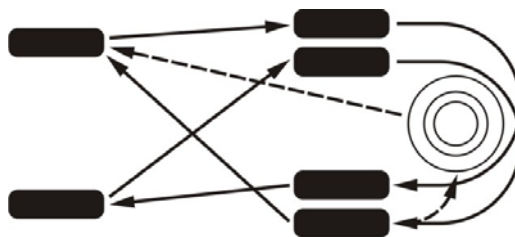

Рис. 8.8. Схема перестановки шин
- перестановку шин (рис. 8.8) следует производить по необходимости. Основанием для перестановки шин могут служить необходимость получения равномерного износа всех шин, в том числе и запасной, а также обеспечение правильного подбора шин по осям. На оси следует устанавливать шины, имеющие